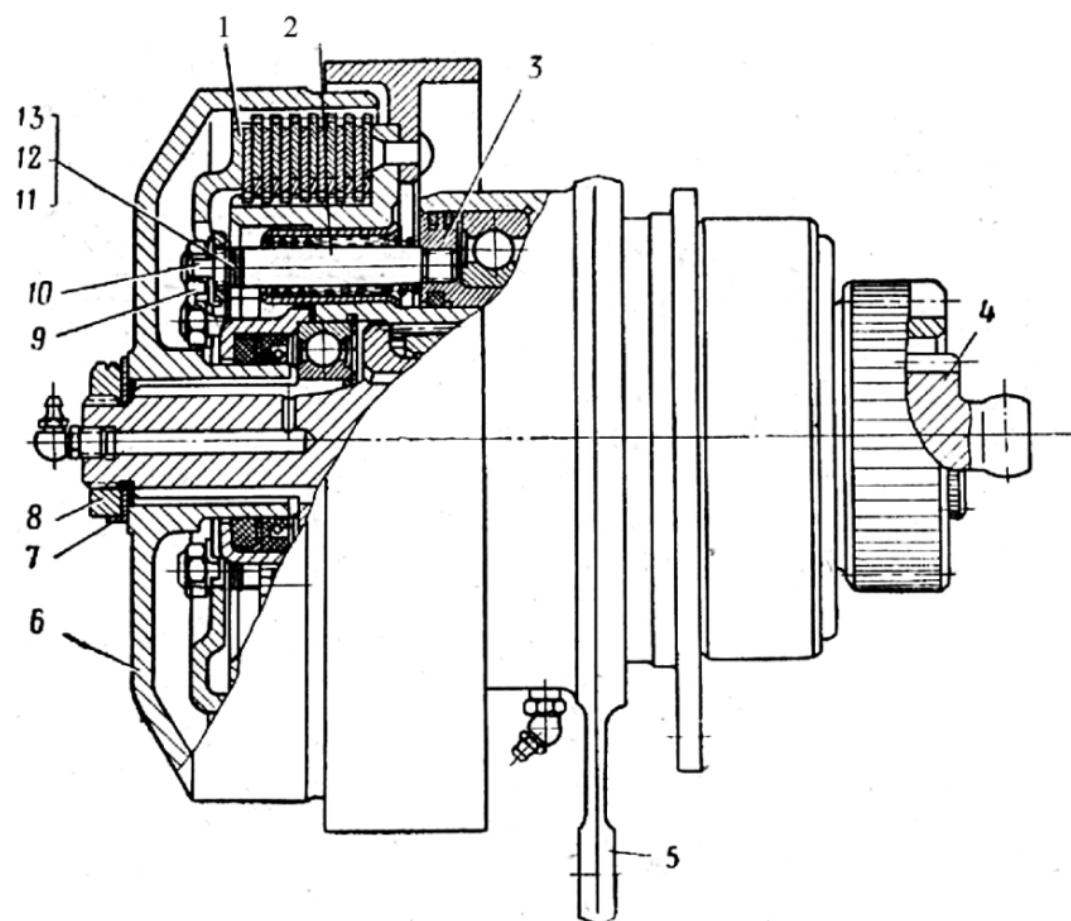

Рис. 31. Регулировка фрикционов механизма поворота:
2. Отогнуть замковую шайбу 7 (рис. 31), отвернуть гайку 8 и снять ведущий барабан 6.